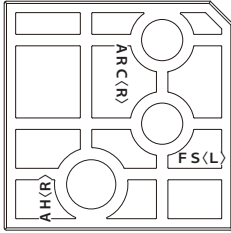

図 1
1. 絶縁プレートの両面に刻印されている機種名と <R><L> を確認してください。(図 1)